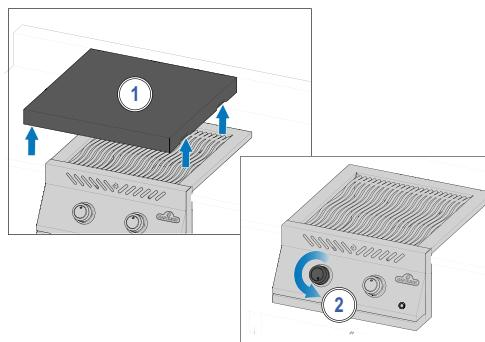

Рис.2
2. Если горелка не загорится, поверните ручку управления горелкой по часовой стрелке в положение OFF. Подождите 5 минут. Повторите шаги 2 и 3. (**Рис. 2**).